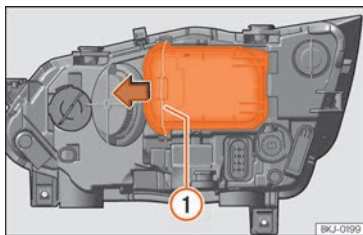

Abb. 55 Im Motorraum: Abdeckung entfernen.
- Die Strebe »» **Abb. 55** **1** in Pfeilrichtung verschieben und den Deckel abnehmen.